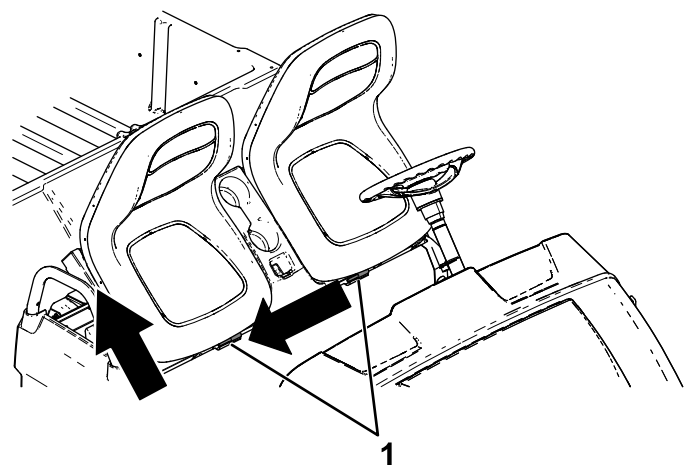

Figura 30
2. Fate scorrere il gruppo sedile sul lato estraendolo dai perni e sollevatelo (Figura 30).